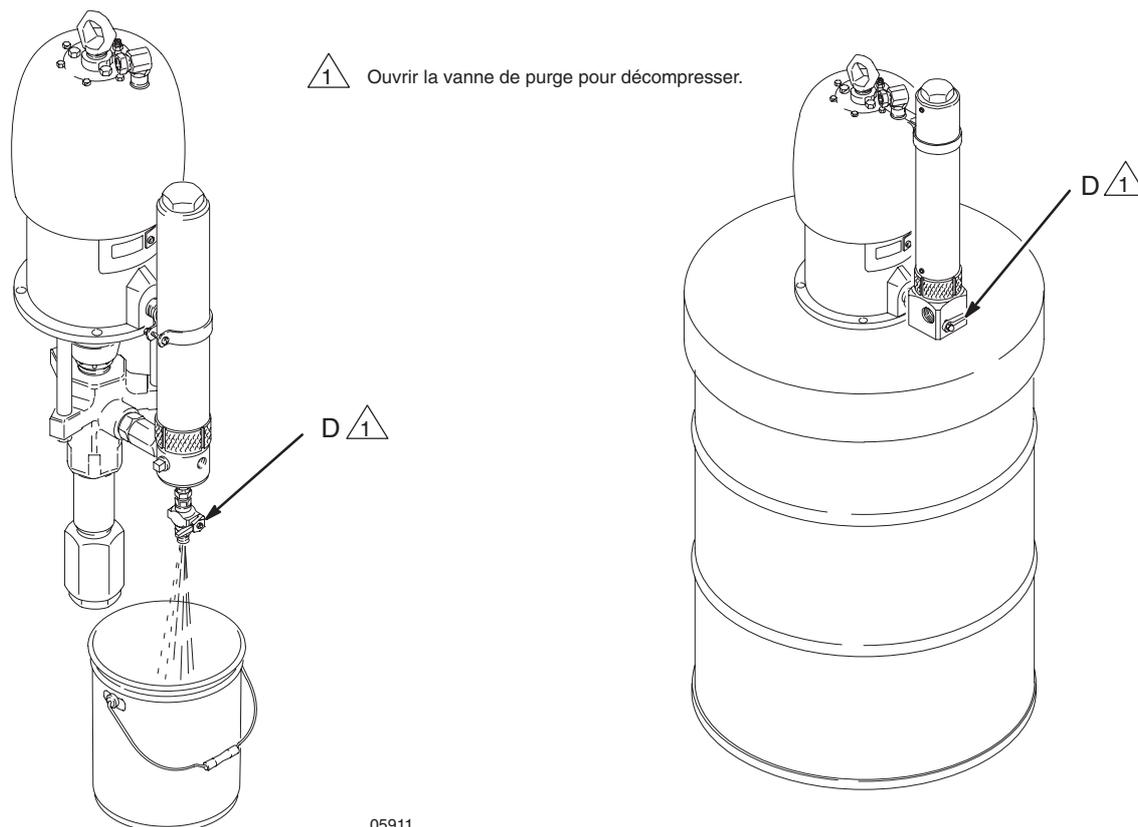

Fig. 3
En cas d'à-coups excessifs au niveau du pistolet, fermer la pompe, appuyer sur la gâchette pour relâcher la pression produit et ouvrir la vanne de purge (D) en bas du réservoir anti-bélier. Voir Fig. 3. Après avoir purgé le réservoir, fermer la vanne de purge et recommencer l'opération.